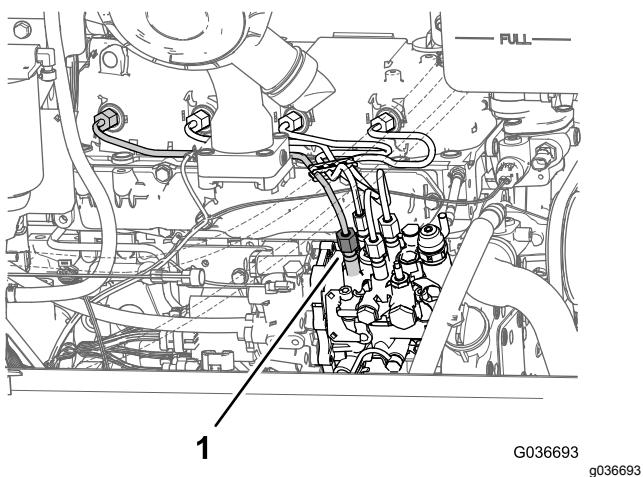

Figura 47
1. Allentate il dado del tubo per l'iniettore di carburante n. 1 del cilindro nella pompa di iniezione (Figura 47).